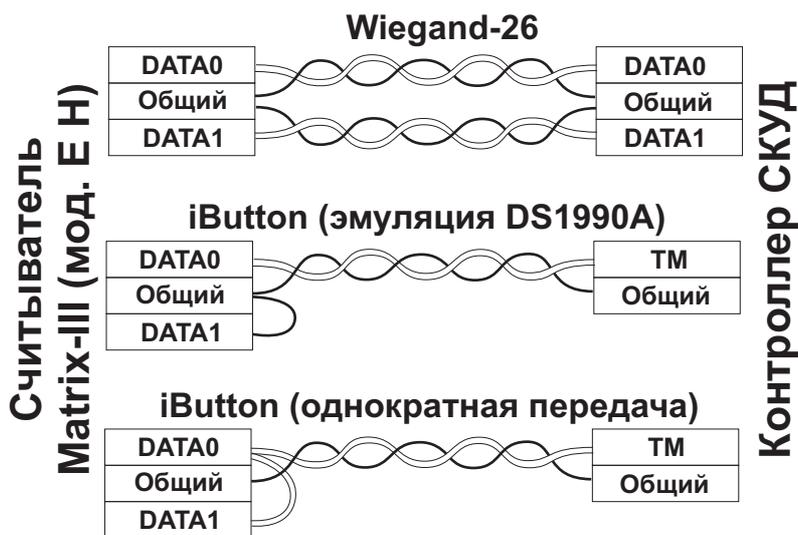

Рис.1 Выбор протокола передачи.
- при подключении по iButton один провод витой пары подключается на GND, второй - на DATA0. В зависимости от режима iButton DATA1 подключается к GND или DATA0 (см. Рис. 1);
- при подключении по Wiegand-26 первая витая пара подключается между GND и DATA0, а вторая витая пара подключается между GND и DATA1 (см.Рис. 1).